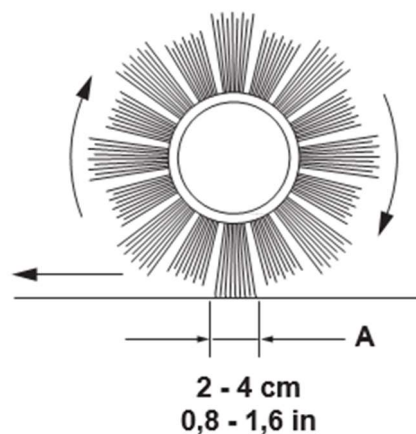

Figura 20
- Verifique se a marca da escova principal (A, Figura 20), ao longo do seu comprimento, tem 2 a 4 cm de largura.
Se a marca (A, Figura 20) não estiver dentro das especificações, ajuste a altura da escova principal de acordo com os procedimentos a seguir.
Se a marca (A, Figura 20) não puder ser ajustada corretamente devido ao comprimento diferente das cerdas, resultando em pressão diferente no chão, consulte o Manual de assistência.